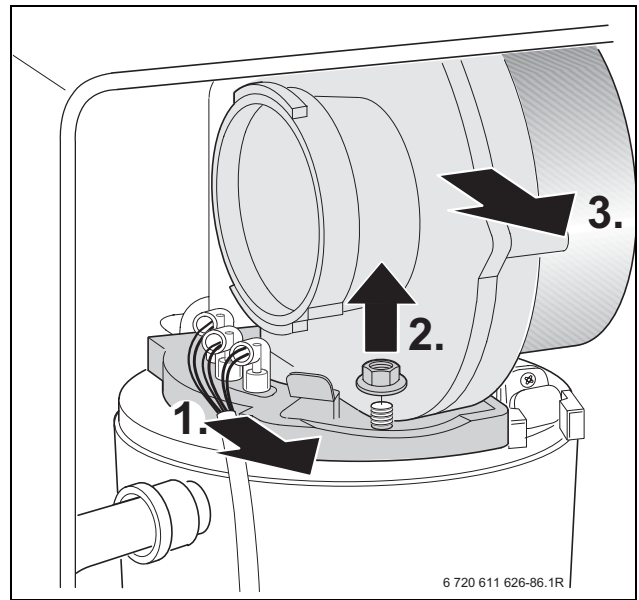

Bild 48
- ▶ Kabel der Zünd- und Überwachungselektrode abziehen, → Bild 48.